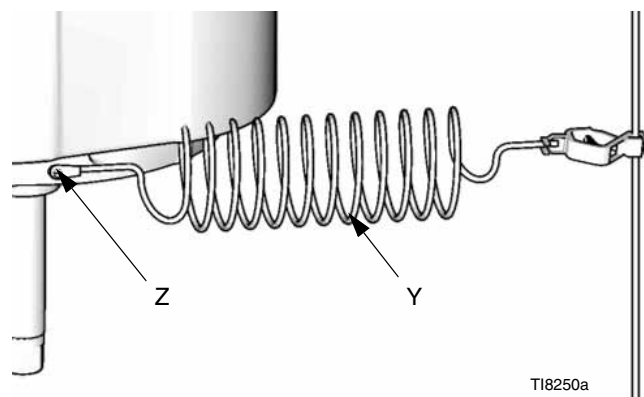

FIG. 1
Pump: Använd grundskruven (Z) och låsringen på motorn för att fästa markledningen 244524 (Y). Spänn fast skruven ordentligt. Anslut den andra änden av jordledningen till en bra jordförbindelse. Se FIG. 1.